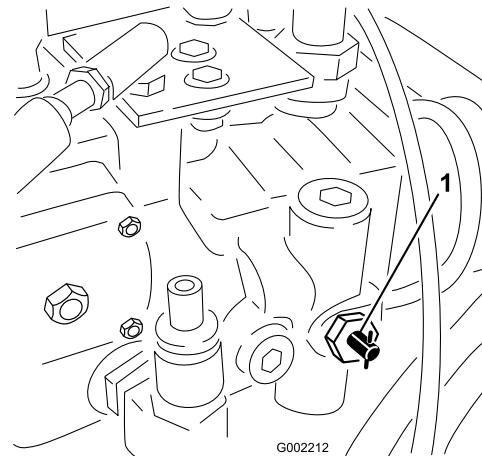

Figura 26
1. Girate la valvola di traino (Figura 26) di 90° in qualsiasi direzione per aprirla.